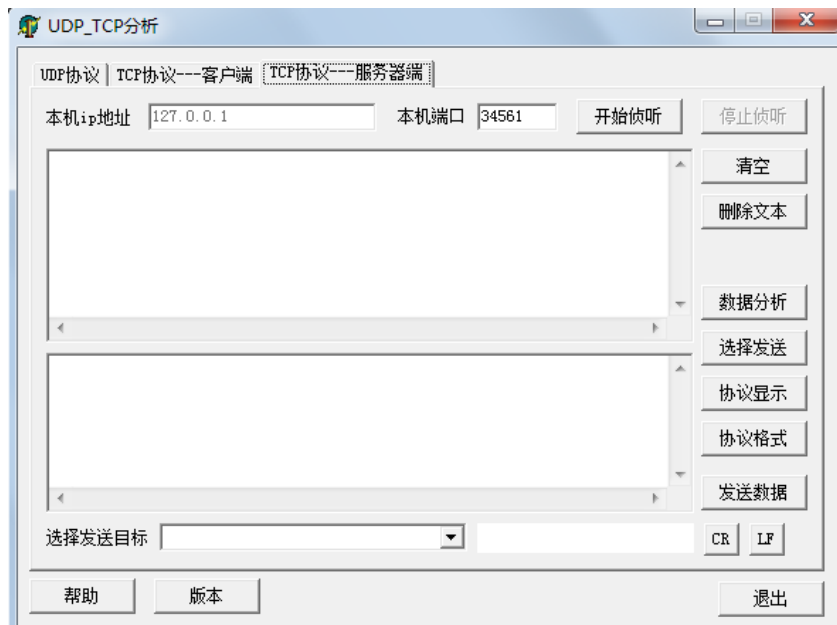
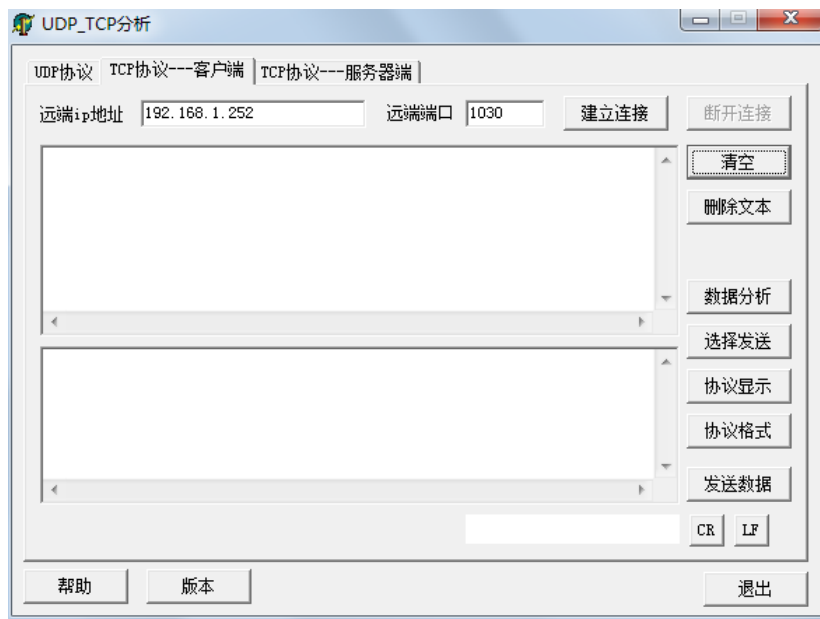
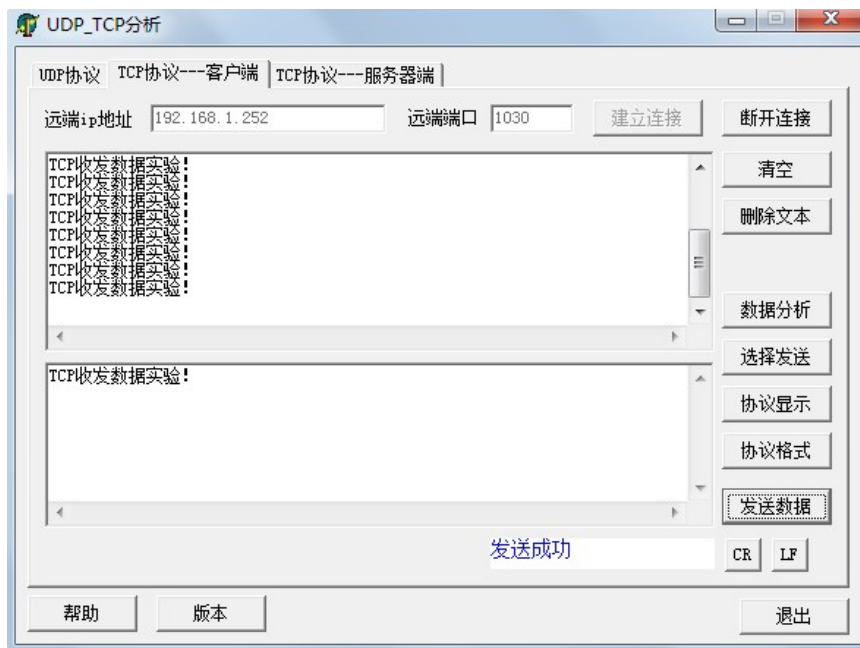

图 8 TCP_tester 软件设置
图 9 TCP_tester 软件设置
图 10 实验结果
- (2) 打开“TCP_tester 分析”软件，默认设置如图 8 所示。
- (3) 用交叉网线将开发板和电脑连接，用 jlink 将开发板和电脑连接。
- (4) 打开 TCP_IP 收发数据实验工程，编译下载，运行。
- (5) 在图 8 中点击“TCP 协议---客户端”，并将 ip 和端口设置如图 9 所示(因为开发板的 IP 为 192.168.1.252，TCP 端口为 1030)。
- (6) 点击图 9 中的“建立连接”，若连接成功后，在发送显示区输入任意数据，点击“发送数据”，则可以看到接收区有开发板发来的原样数据。如图 10 所示。